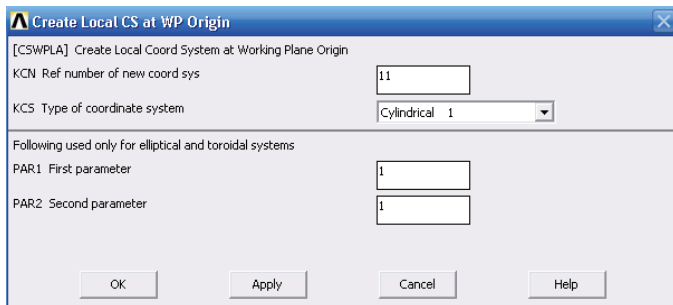

图 2-40 创建局部坐标系对话框
19) 选择 Utility Menu | WorkPlane | Local Coordinate Systems | Create Local CS | At WP Origin 命令, 出现 Create Local CS at WP Origin 对话框, 在 KCS Type of coordinate system 下拉菜单中选择 Cylindrical 1, 如图 2-40 所示, 单击 OK 按钮关闭该对话框。